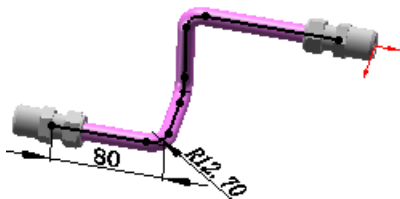

图 11.6.16 添加尺寸
Step5. 添加尺寸。添加图 11.6.16 所示的尺寸。